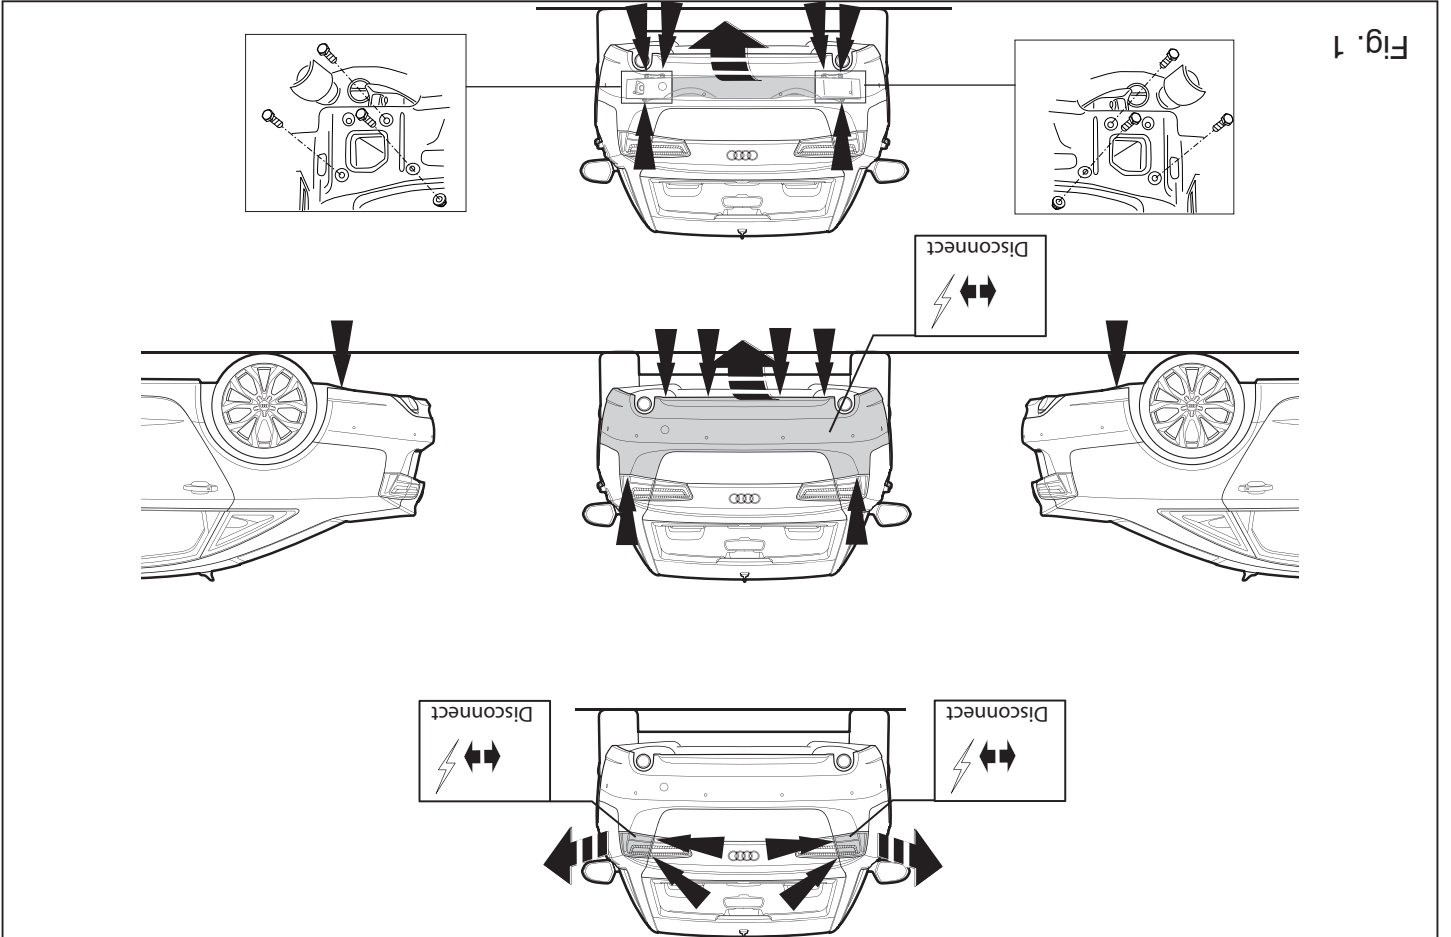

Fig. 1
1. Remove the rear-light units. Remove the bumper and the steel buffer beam from the vehicle. The buffer beam will no longer be needed. Replace the bolts. See figure 1/ 1a.
1. Die Rücklichter abmontieren. Die Stoßstange einschließlich des stählernen Stoßbalkens vom Fahrzeug abmontieren. Der Stoßbalken wird nicht mehr benötigt. Schrauben wieder anbringen Siehe Abbildung 1/ 1a.
lons de fixations en place. Voir la figure 1/ 1a.
1. Снять оба блока задних фар. Снять бампер вместе со стальным буферным брусом автомобиля; буферный брус больше не понадобится. См. рисунок 1/1a.
1. Demonter baglysenhederne. Demonter kofangeren, inklusive køretøjets stålstødbjælke. Denne bliver overflødig. Se fig. 1/ 1a.